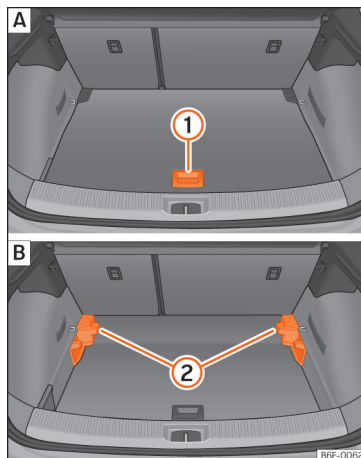

Fig. 145 Piso variável da bagageira: **A** posição alta; **B** posição baixa.
- Para passar da posição baixa para a alta, levante o piso pela pega »» Fig. 145 ①, puxe-o para trás até que a parte dianteira do piso baixe totalmente os suportes ②.
- Desloque o piso sobre estes para a frente até que chegue ao limite no encosto dos bancos traseiros e, de seguida, baixe o piso com a peça ①.
- Para passar da posição alta para a baixa, levante o piso pela pega »» Fig. 145 ①, puxe-o para trás até que a parte dianteira do piso baixe totalmente os suportes ②.
- Deixe cair a parte anterior contra o piso e empurre o piso para a frente até que atinja o limite no encosto dos bancos traseiros, baixando ao mesmo tempo o piso com a peça ①.
- Com o piso variável na posição alta, levante pela pega »» Fig. 145 ①, puxe-o e empurre para o encosto dos bancos traseiros até que o piso dobre pela linha da dobradiça e a parte móvel do piso assente sobre o mesmo.